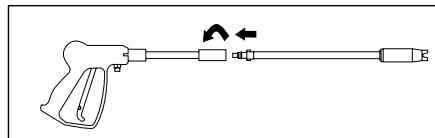

Figura 7 - Conección de la pistola y lanza
1. Inserte la lanza en la pistola y gírela en el sentido de las agujas del reloj hasta que llegue a su tope, como se muestra en la Figura 7.